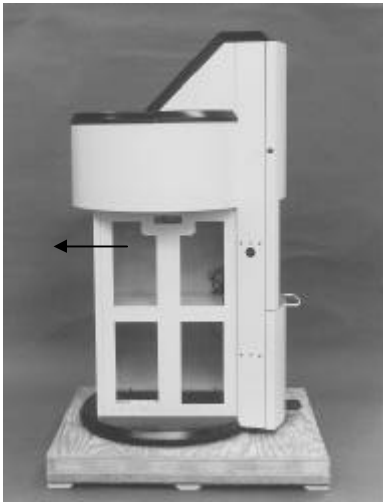

figura 2
- Sollevare leggermente la macchina servendosi delle maniglie che si trovano sulla parte posteriore e tirare indietro, con 2 persone dietro la macchina (vedere figura 2).